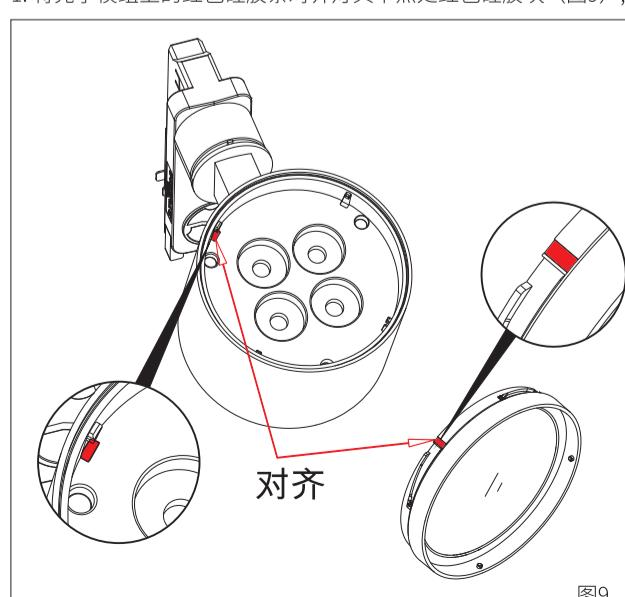

图9
- 将光学模组上的红色硅胶条对齐灯具卡点处红色硅胶块 (图9);